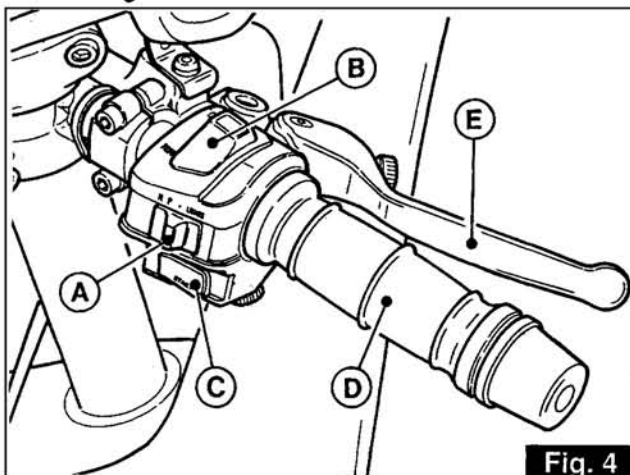

Fig. 4
Position «P» direction bloquée. Moteur éteint; interrupteur «A» de la fig. 4 à la position «P»: feu de parking. Clé extractible.
«P»-Stellung: Lenkung gesperrt. Motor aus; mit dem in der Abb. 4 dargestellten Schalter wird das Parklicht aktiviert. Der Schlüssel ist ausziehbar.
Interrupteur «A» (fig. 4)
3.6 BOUTON DE DEMARRAGE ET INTERRUPTEUR D'ARRÊT MOTEUR (fig. 4)
Schalter «A» (Abb. 4)
3.6 DRUCKSCHALTER ZUM ANLASSEN UND SCHALTER ZUM ABSTELLEN DES MOTORS (Abb. 4)
3.7 POIGNÉE DE COMMANDE DES GAZ («D» fig. 4)
3.8 LEVIER DE COMMANDE DU FREIN AV («E» fig. 4)
3.7 GASDREHGRIF («D» in Abb. 4)
3.8 VORDERRADBREMSHEBEL («E» in Abb. 4)